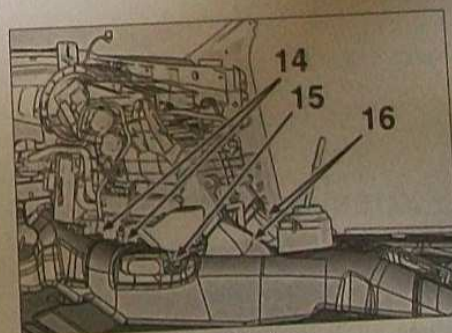

FIG. 7
Débrancher les connecteurs (14) (Fig.7)